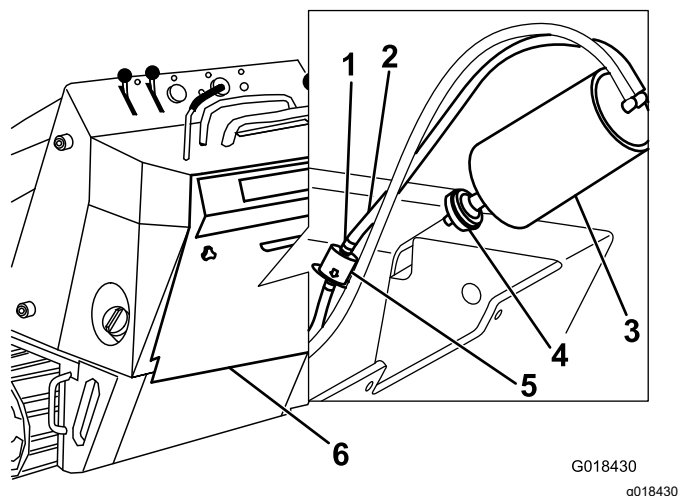

Figura 33
- Togliete il filtro dell'aria del canister a carboni attivi e gettatelo (Figura 33).
- Montate un nuovo filtro sul canister a carboni attivi (Figura 33).
- Spostate le fascette stringitubo a molla su entrambi i lati del filtro della linea di spurgo del canister a carboni attivi lontano dal filtro (Figura 33).
- Togliete il filtro della linea di spurgo e gettatelo (Figura 33).
- Montate un nuovo filtro nel flessibile con la freccia del filtro rivolta nella direzione opposta al canister a carboni attivi e fissatelo con le fascette stringitubo (Figura 33).